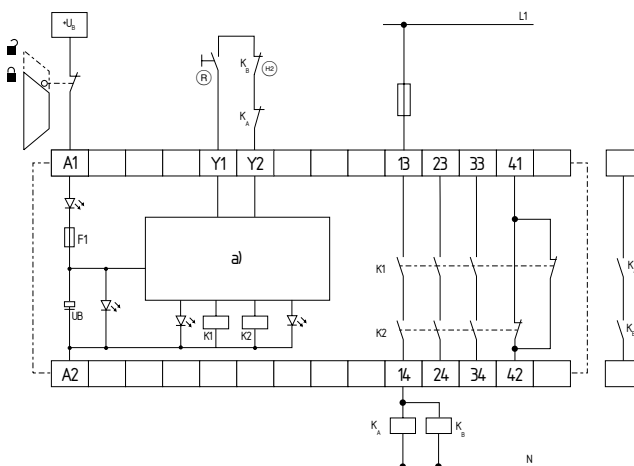

Fig.2
Controlo de canal único, representado no exemplo de uma monitorização de porta de proteção com um contacto de rutura positiva e botão externo de Reset (R) (ver Fig. 2)
- (R) = Circuito de retorno